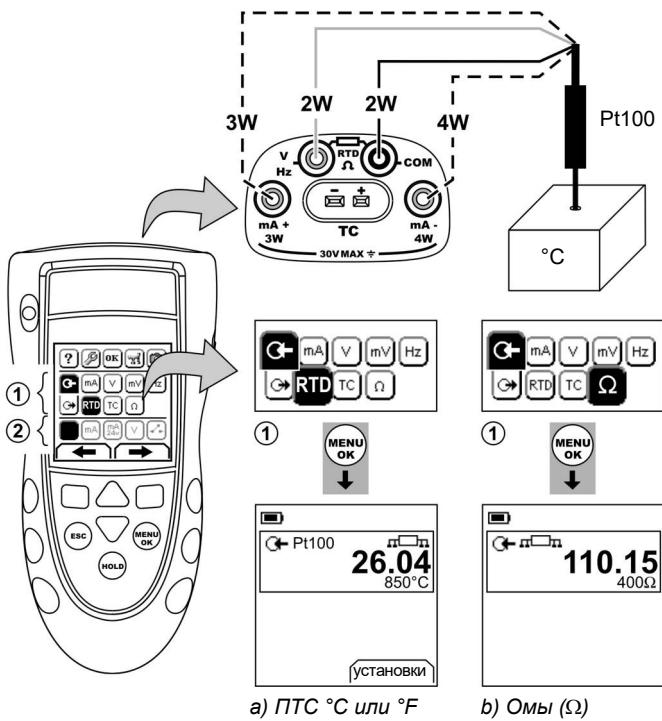

Рисунок 7: Пример конфигурации - Для измерения значений температуры или сопротивления
- Подключите прибор (Рисунок 7/8) и, при необходимости, отрегулируйте *Настройка* (Таблица 1).